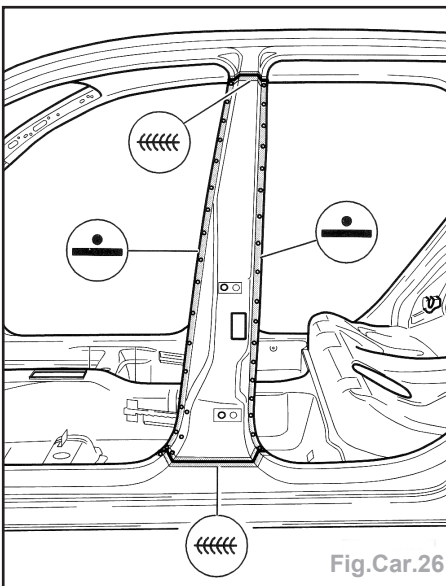

Fig.Car.26
- Souder le montant B extérieur par soudure ponctuelle (Fig.Car.26).